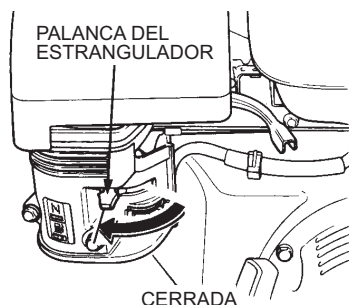

Figura 10. Palanca de estrangulación del motor (cerrada)
3. Si se arranca un motor en frío, ponga la palanca de estrangulación (vea la Figura 10) en la posición **CERRADA**.